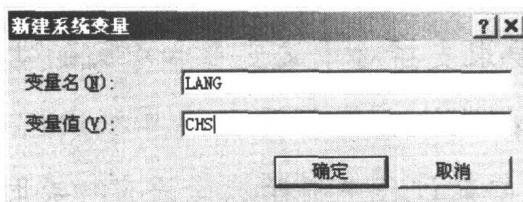

图 1-1 新建简体中文环境变量
- (1) 在桌面上单击“我的电脑”图标 → 单击鼠标右键 → 选择[属性]菜单 → 选择[高级]命令 → 单击[环境变量]按钮 → 在“系统变量(S)”栏内单击[新建]按钮。
- (2) 输入变量名 LANG，变量值等于 CHS，如图 1-1 所示。